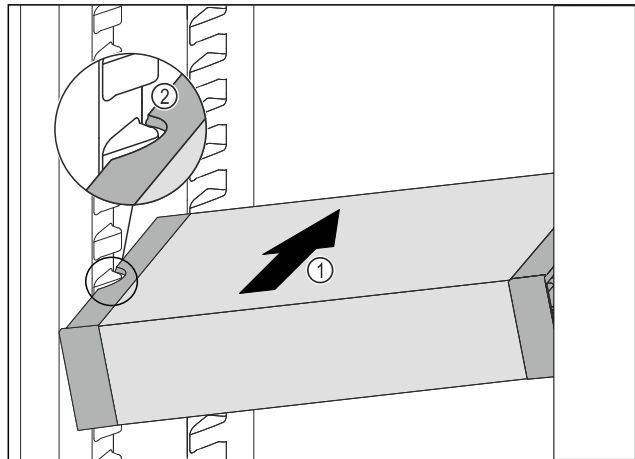

Fig. 54
- ▶ Вкарайте VarioSafe под ъгъл в хладилната част Fig. 54 (1), докато страничните прорези Fig. 54 (2) на VarioSafe се намират на височината на реброто на съда в хладилната част.